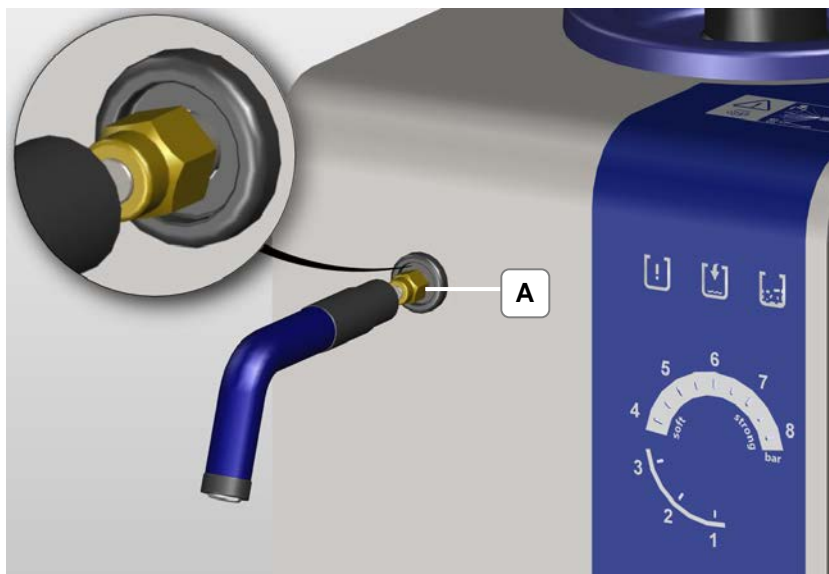

Imagen 4.2.1: Conexión tuerca con tapones ciegos
1. Retire los tapones ciegos desenroscando la tuerca (A) con una llave abierta SW 12 mm (imagen 4.2.1).